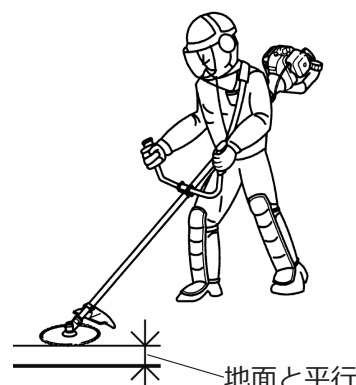

図 3
- ③ 本製品を体の右側に吊り下げ、図 3 のように刈刃が地面と平行となるように、バンドの長さを調整してください。